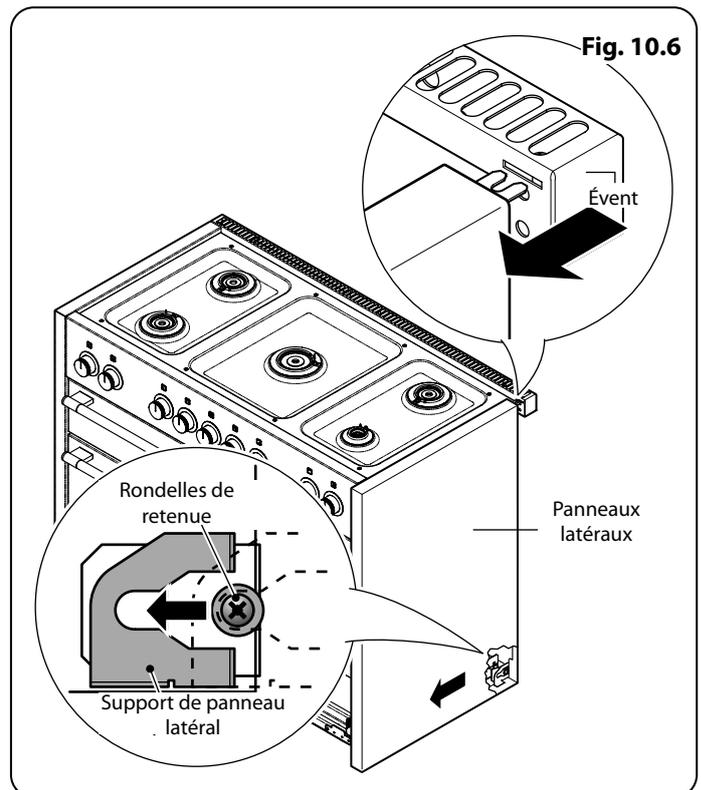

Fig. 10.6
2. Pousser vers l'avant le panneau latéral afin qu'il s'éloigne de l'évent et de la rondelle de retenue (Fig. 10.6).